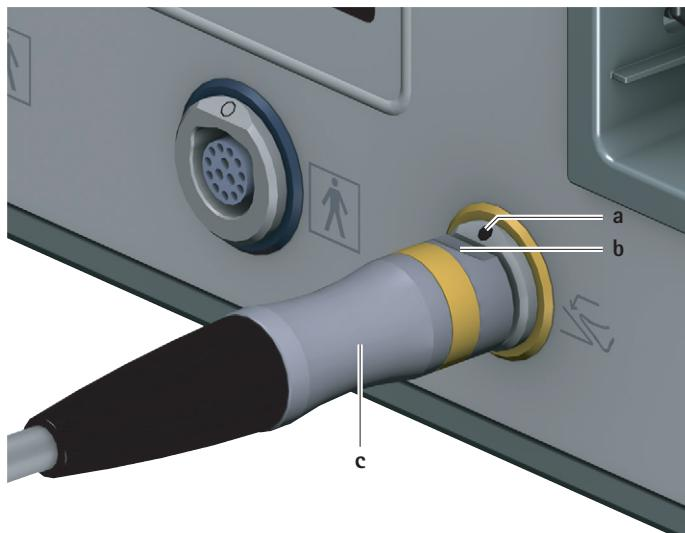

Fig. 2 Conexión del mando de pedal
- Colocar el conector del mando de pedal **c** de forma que la marca **b** del conector coincida con la marca **a** de la conexión para mando de pedal **6**, ver Fig. 2.
- ▶ Desenchufar el conector del mando de pedal c de la conexión para mando de pedal 6, ver Fig. 2.